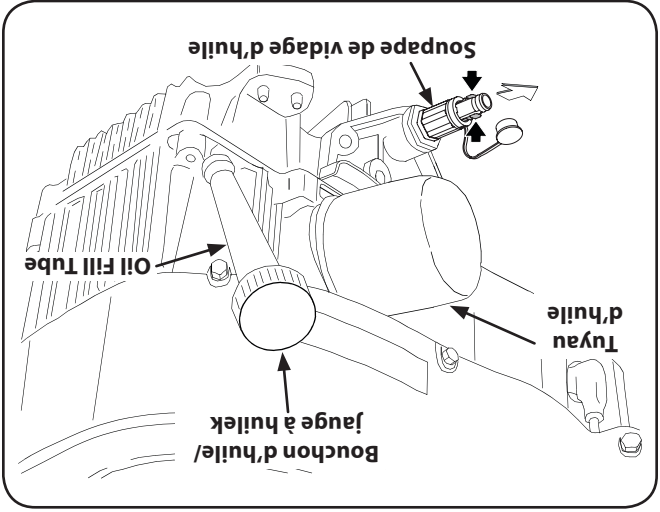

Figure 6-1
3. Soulevez le capuchon de protection à l'extrémité de la soupape de vidange de l'huile pour exposer l'orifice de vidange. Voir la Figure 6-1. Dévissez le bouchon d'huile/jauge à huile du goulot de remplissage.
- a. Pincez les languettes sur la soupape de vidange d'huile, puis tirez pour commencer à vidanger l'huile. Voir la Figure 6-1. Quand l'huile a cessé de couler, repoussez la soupape de vidange d'huile, jusqu'à ce que les attaches cliquent en place. Remettez le capuchon sur l'extrémité du soupape de vidange de l'huile pour empêcher la saleté de pénétrer dans l'orifice de vidange.